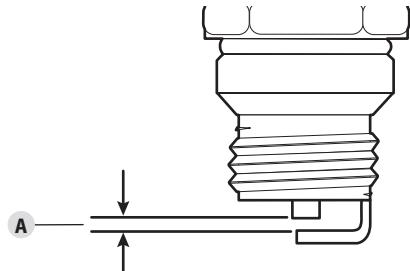

Fig. 21
- Utilisez une jauge d'épaisseur pour régler l'écartement (Fig. 21-A) à **0,635 mm (0,025 po.)**.